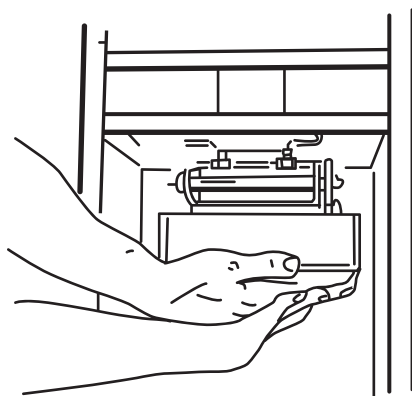

Рисунок 11.
3. Положите руку по всей длине трамбуемого элемента (Рисунок 11).